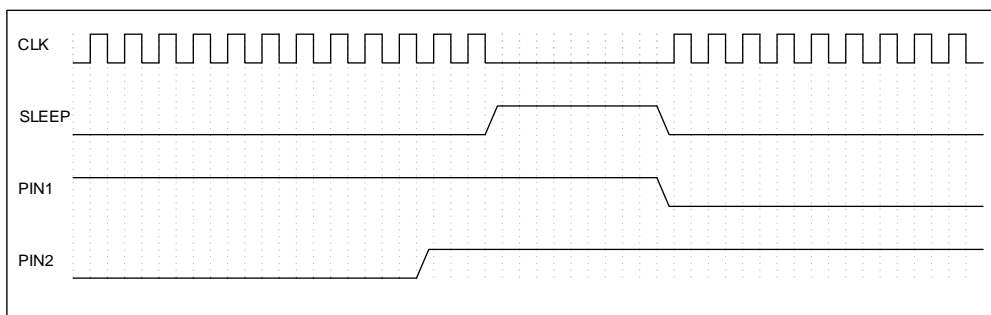

图 6-5 端口唤醒示意图
- 浅睡眠模式下，可指定任意 IO 进行唤醒操作。示意图如图 6-5 所示。